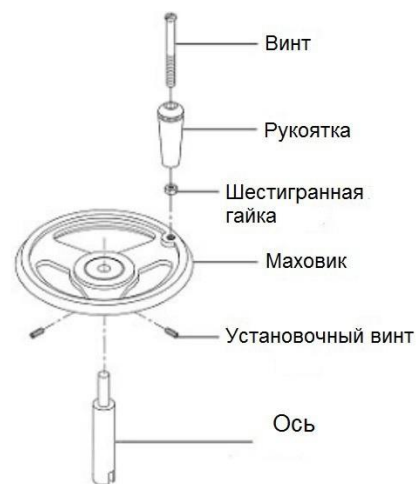

Рисунок 6
1. Вставьте ось в маховик и закрепите ее установочными винтами, как показано на Рис. 6.
2. С помощью шлицевой отвертки закрутите винт рукоятки до упора в резьбовое отверстие маховика, затем затяните шестигранную гайку снизу, прижав ее к маховику (Рис. 6).